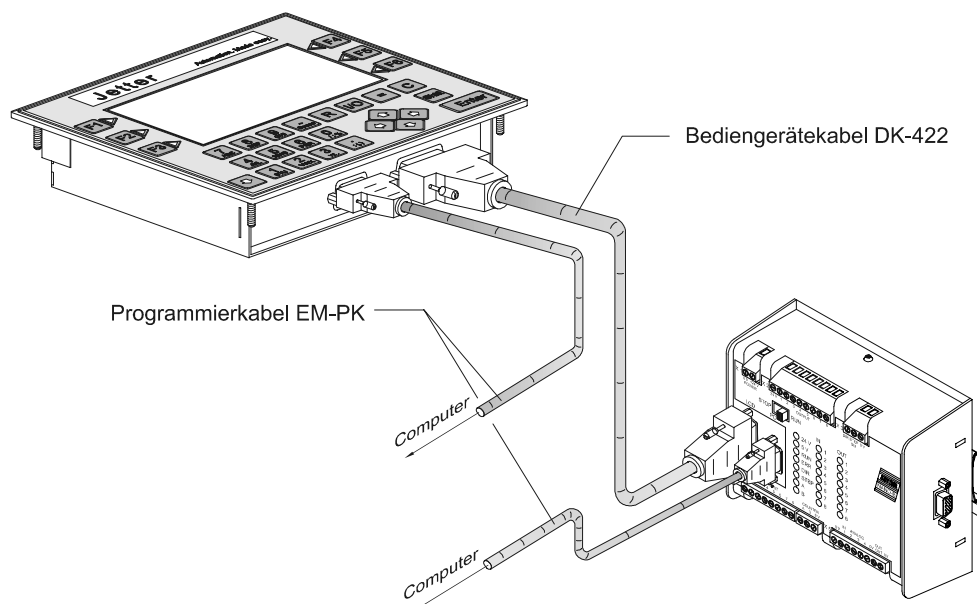

Abb. 3: Beispiel: Verbindung LCD 19 zur PROZESS-SPS NANO-B
- Entfernen Sie das Programmierkabel EM-PK von Ihrem LCD 19 und schließen Sie das Kabel an Ihre Steuerung an, vgl. Abb. 3, Seite 13.
- ist eine dauerhafte Verbindung vom Bediengerät LCD 19 zur PROZESS-SPS mit dem Bediengerätekabel DK-422 herzustellen, vgl. Abb. 3, Seite 13.